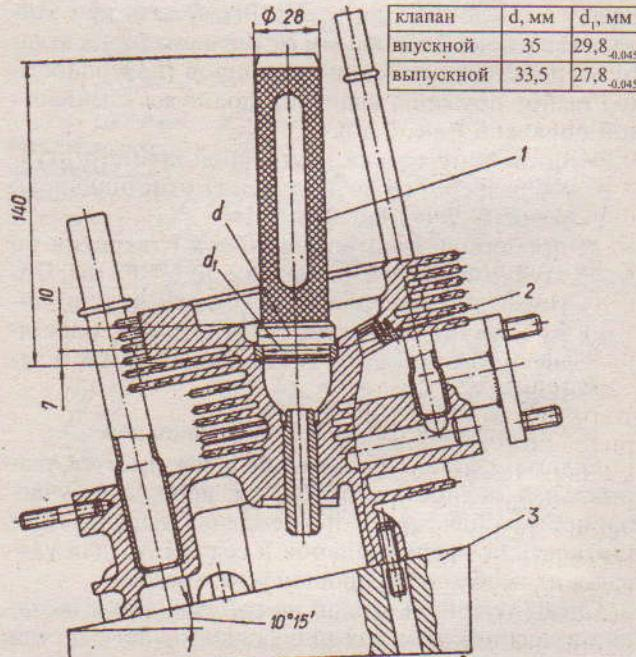
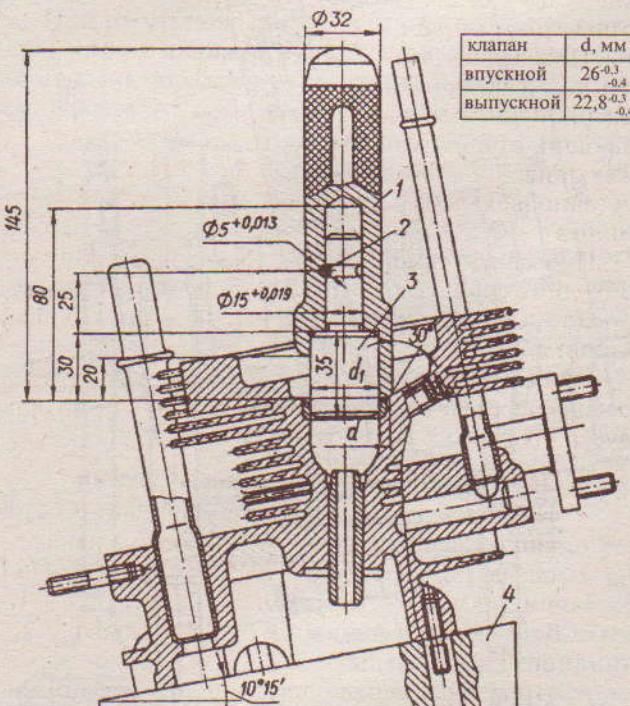

Рис. 2.43. Оправка для запрессовки седла клапана: 1 - оправка; 2 - седло клапана; 3 - подставка
Рис. 2.44. Оправка для зачеканки седла клапана: 1 - корпус; 2 - штифт; 3 - вставка; 4 - подставка
- ✓ Запрессовать седло. Запрессовка производится специальной оправкой (рис. 2.43) с диаметром направляющей части 29,8_{-0,045} мм для седла выпускного клапана и 27,8_{-0,045} мм для седла выпускного клапана. Проследить за плотной посадкой седла до упора. После запрессовки зачеканить седло по контуру оправкой (рис. 2.44).